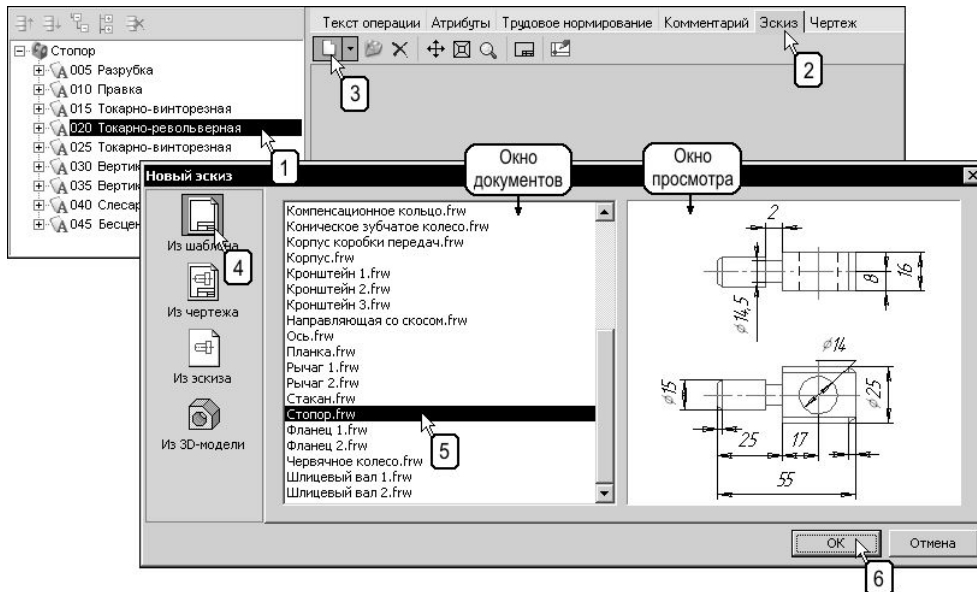

Рис. 5.6. Создание нового эскиза
Алгоритм создания нового эскиза включает следующие операции (рис. 5.6):
4. В окне **Новый эскиз** нажмите кнопку, соответствующую выбранному способу создания эскиза (на рис. 5.6 выбран способ «Из шаблона»¹).